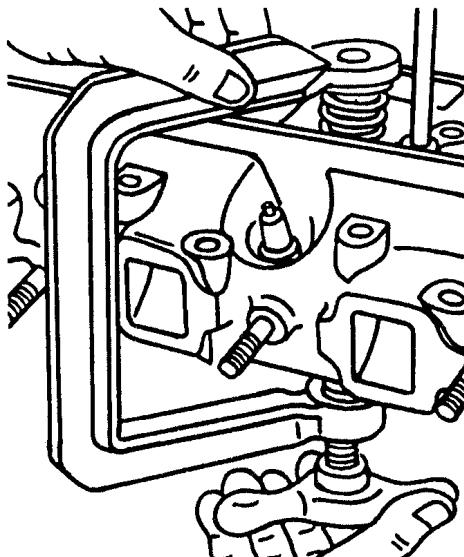

Рис.53. Снятие пружины клапана
32. С помощью съемника снять клапаны (рис.53) и уложить их на стеллажи согласно порядковым номерам. Съемник позволяет осуществлять снятие и установку пружин клапанов на головках цилиндров, как с присоединенными к ним выпускными коллекторами, так и без них. При снятии клапанов необходимо соблюдать осторожность, чтобы не повредить маслоотражательные колпачки. Для облегчения снятия тарелки клапана с сухарем рекомендуется после предварительной затяжки винта съемника слегка ударить рукояткой молотка по съемнику.